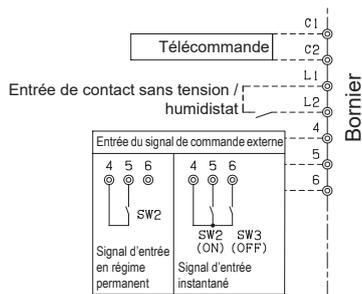

Figure 12 : Câblage des commandes à l'humidificateur
1. Raccordez les fils de commande de la télécommande externe aux bornes 4, 5 et 6 du bornier de l'humidificateur principal. Reportez-vous à la Figure 12 à la page 22.
1. Raccordez le dispositif d'entrée de commande externe à l'humidificateur principal du premier groupe. Raccordez les fils aux bornes 4, 5 et 6 (le cas échéant) de l'humidificateur. Reportez-vous à la Figure 12 à la page 22.